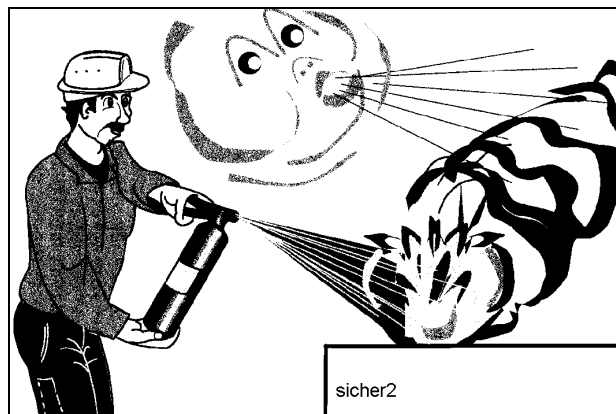

Fig. 1
- Extingan en lo posible en dirección del viento (Fig. 1).